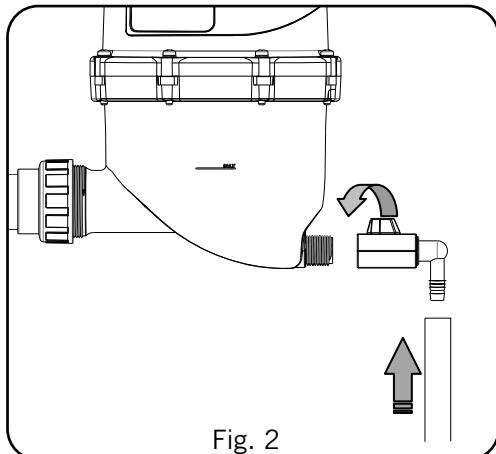

Fig. 2
8. Conectar tubagem na purga do HydroSpin, até ao esgoto (Fig. 2 - pag.16)